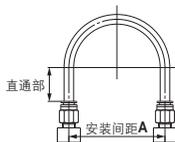

图1 推荐配管图
- ①快换管接头配管时，请在图1推荐的配管条件下，确保管子长度保有余量后配管。